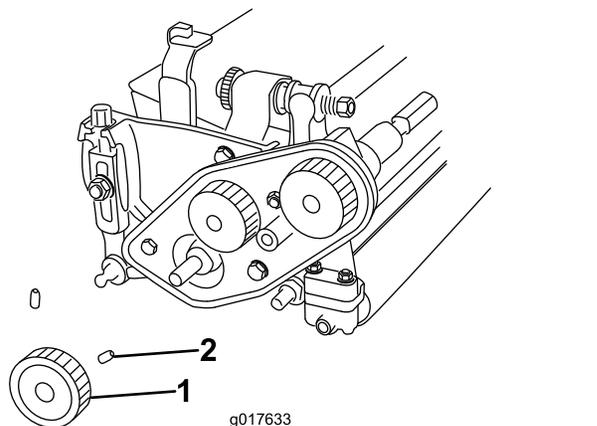

Figure 5
3. Desserrez les 2 vis qui fixent la poulie inférieure et déposez la poulie de l'arbre de cylindre (Figure 5).
- B. Montez la poulie inférieure sur l'arbre de cylindre et fixez-la avec les 2 vis sur la clavette sur l'arbre (Figure 5).